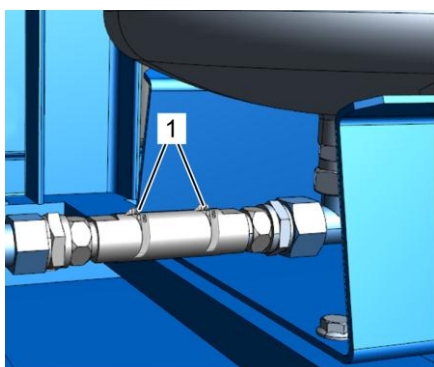

Рис. 70: Анод протекторной защиты
5. Отсоедините шланговые зажимы системы выравнивания потенциалов (Рис. 70/1).
10. Установите и прикрутите шланговые зажимы и кабель системы выравнивания потенциалов (Рис. 70/1).